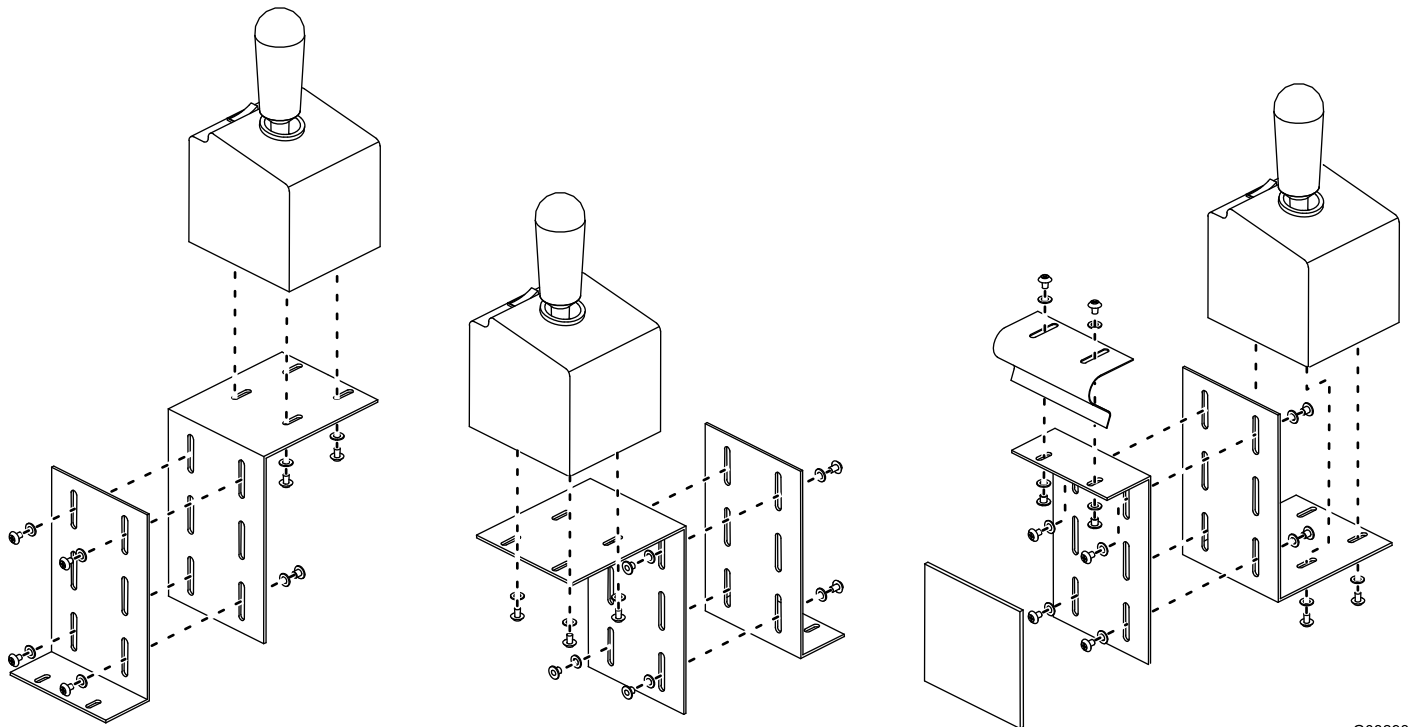

Figure 25
1. Déterminez le meilleur emplacement et la configuration optimale pour le support de montage du contrôleur; voir les différentes configurations possibles à la Figure 25.
2. Fixez les supports de montage au véhicule et au contrôleur du levier de commande à l'aide de 8 à 10 boulons (n° 8), rondelles (n° 10) et écrous (n° 8), comme montré à la Figure 25.